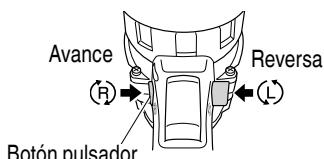

Fig. 12
El lado L (izq.) se usa para hacer girar la broca a la izquierda (Ver Fig. 12). (Las marcas (L) y (R) están en el cuerpo del taladro.)